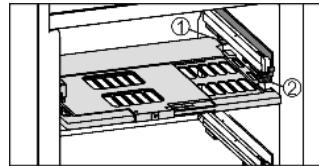

Fig. 15
- Установка пластины регулировки влажности: попечные ребра крышки на пластине вставить через низ в задний держатель Fig. 15 (1) и защелкнуть спереди на держателе Fig. 15 (2).